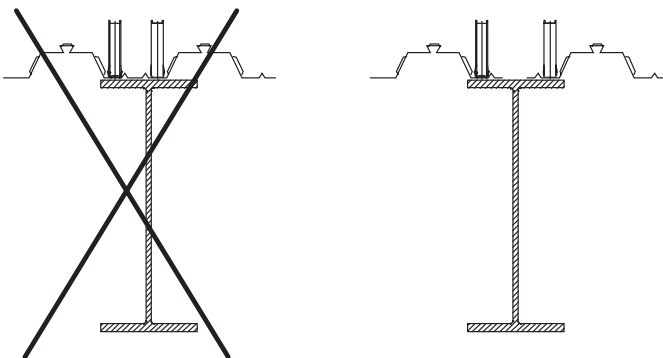

Figura 20. Corte de chapa perfilada.
- Si las separaciones/distancias indicadas anteriormente no son posibles, se recomienda cortar la chapa en las vigas (figura 20). Si las vigas principales no están a la misma cota que las vigas secundarias, dicha división es siempre necesaria. La chapa así cortada se debería siempre clavar inmediatamente después de su colocación con los propios clavos utilizados para clavar los conectores. Los conectores X-HVB se pueden colocar entre los clavos o directamente en la viga si hay espacio suficiente.